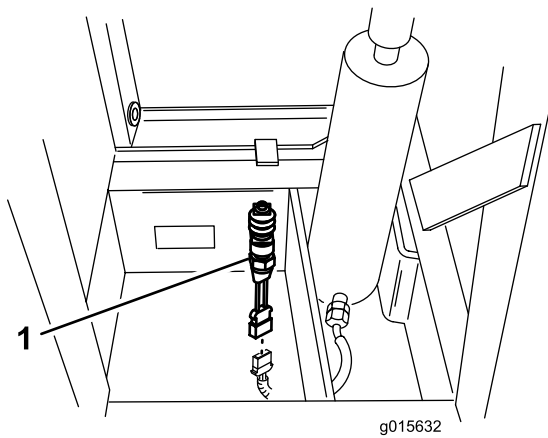

Figure 19
3. Acheminez le faisceau vers la commande de la trémie montée sur le tube du cadre (Figure 19) et branchez le faisceau sur la commande.